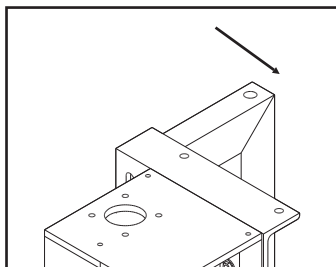
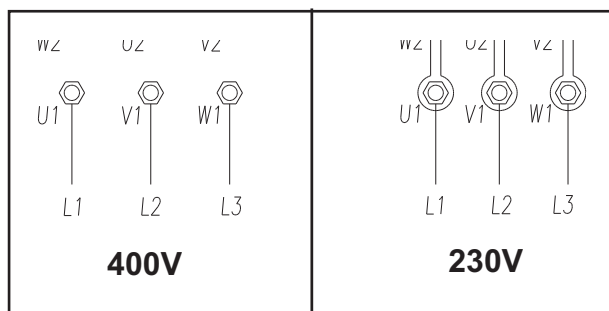

Fig.54 Abb.54
Fig.55 Abb.55
foro posto nella flangia di sostegno del quadro elettrico (fig.54).
(Fig.55) e sostituire inoltre il relè termico richiedendo lo stesso al
the motor and transformer connections (see Fig.55) and replace
2) Effectuer le raccordement de puissance et de commande sur les bornes du coffret électrique en passant le câble par le trou prévu au sommet du support du coffret électrique (fig.54). L'élévateur est câblé en usine pour un fonctionnement en 380V Triphasé. Au cas où la tension d'alimentation est de 230V Triphasé, il est nécessaire de modifier les connexions du moteur et du transformateur (Fig. 55), et de remplacer le relais thermique par un modèle approprié à commander auprès du constructeur ou du service après vente.
2) Den Betriebs- und Steuerspannungsanschluß an das Klemmenbrett der Schalttafel gemäß die Elektrische Schema an der Seite 8 als folgt ausführen: den Kabel in den Kabelverbindungskasten durch den in dem Support des elektrischen Schalttafels Loch (Abb. 54), gemäß das elektrisches Schema, stecken. Der Hersteller liefert die Brücke für den Betrieb mit 400 V Drehstrom; falls eine andere Linienspannung vorhanden ist, müssen die Kontakte im Klemmenbrett des Motors anders angeschlossen werden und es ist der Überbelastungsschalter und der Transformator (Abb. 55) in der Schalttafel auszuwechseln. Die auszuwechselnden Teile sind beim Hersteller und/oder beim Kunden dienst-Center anzufordern.